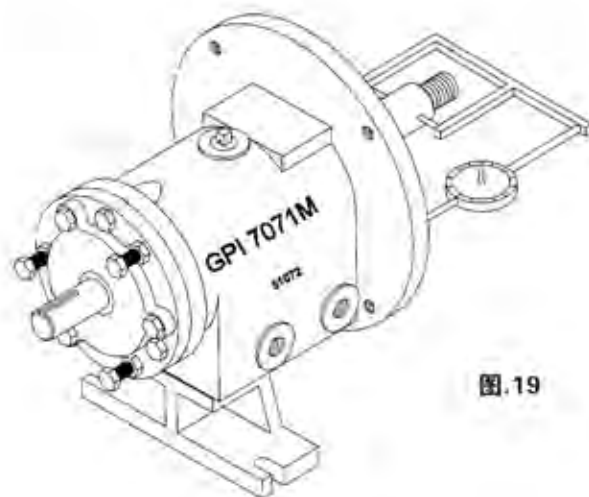

图.19
4. 检查轴承座表面的移位。指示器沿着轴承座表面移动一圈，同时旋转轴杆，如果读数变化超过.001英寸，拆卸轴承座，找出原因。(图19)